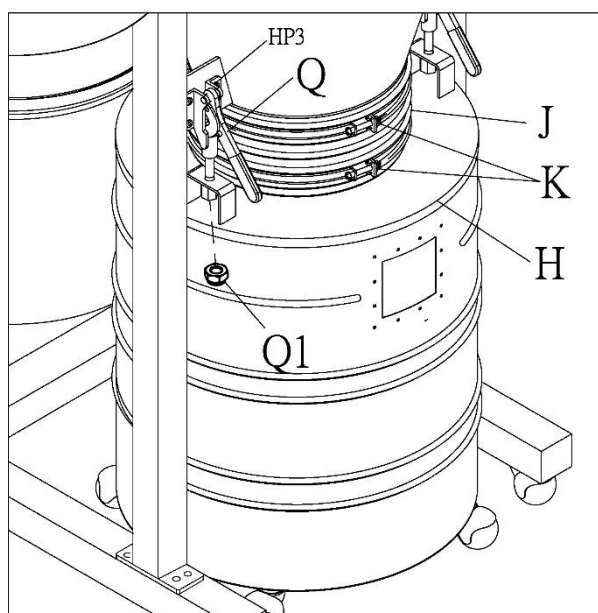

Abbildung 12
17. Den Schlauch (J) auf dem Kegel und dem Trommeldeckel anbringen und oben und unten mit zwei Schlauchschellen (K) sichern. Siehe Abbildung 12.
20. Die beiden Schnellklemmhebel (Q, Abb. 12) nach unten ziehen. Dann den Trommeldeckel (H, Abb. 12) an den Schnellklemmhebeln anbringen. Je eine lange Mutter (Q1, Abb. 12) auf die beiden Schnellklemmhebel aufschrauben.